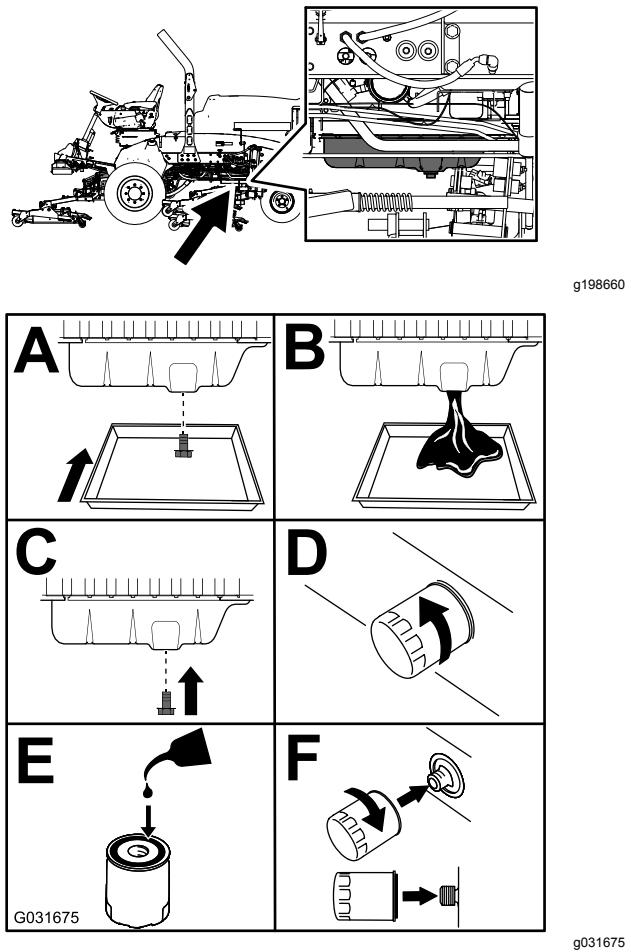

Figura 43
3. Substitua o filtro e o óleo do motor (Figura 43).